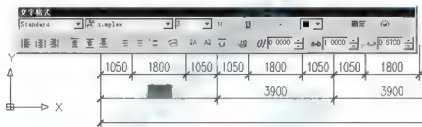

图 3.57 在文字编辑器内激活“3900”尺寸
(1) 执行菜单栏中的【修改】|【对象】|【文字】|【编辑】命令, 或在命令行输入“ED”并按Enter键, 启动编辑文字命令。
(2) 在【选择注释对象或[放弃(U)]: 提示下, 在左下角1和2轴线之间的尺寸线上的“3900”文字上单击, 则弹出文字编辑器, 并且“3900”尺寸线被激活(图3.57), 将其修改为“4200”。然后单击【确定】按钮, 关闭对话框。